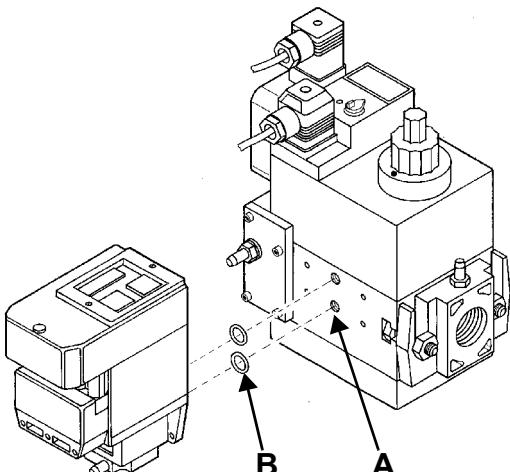
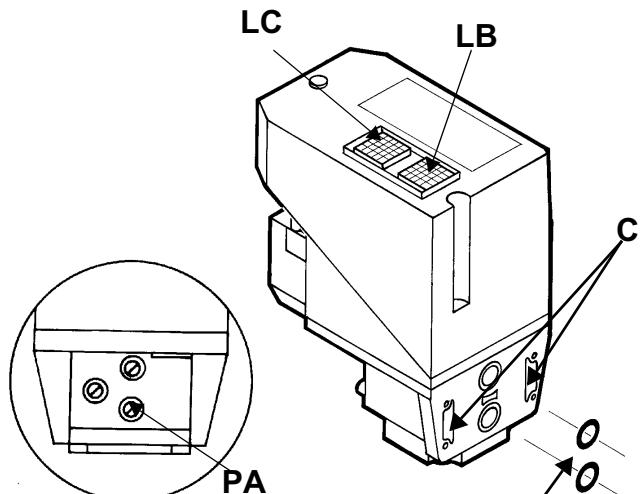

Fig. 21
Fig. 22
- 3 indepartati suruburile de pe prizele multiblocului rampa (Fig. 21-A);
- 4 inserati inelele de etansare (10,5 x 2,25) la VPS 504 (Fig. 22-B, Fig. 21-B)
- 5 Strangeti suruburile 3, 4, 5, 6 (M4 x16) Fig. 21-C
Daca doriti sa monitorizati testul, instalati un manometru gradat corespunzator presiunii de alimentare in punctul **PA** (Fig. 22). Daca ciclul de testare este satisfacator, dupa cateva secunde lampa corespunzatoare **LC** (galbena) se aprinde. In caz contrar lampa de blocare **LB** (rosie) se aprinde. Pentru a reporni este necesara resetarea echipamentului prin apasarea butonului cu led **LB**.